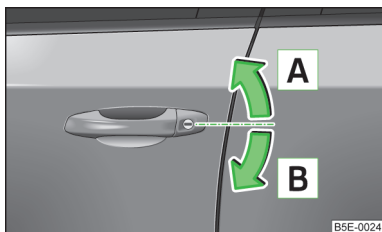

Fig. 12
- Ruotare la chiave nel cilindro della porta lato conducente nella direzione indicata dalla freccia **A** » fig. 12.
- Ruotare la chiave nel cilindro della porta lato conducente nella direzione indicata dalla freccia **B** » fig. 12.